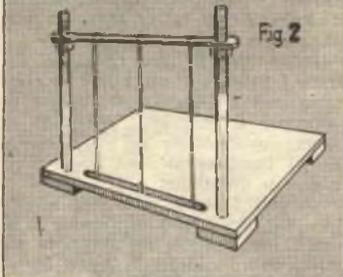

Fig. 2
netili operando come in fig. 2, tagliateli, rifinitene a perfezione le estremità, quindi, usando una lima mezza tonda, fate in ognuno di loro un incasso che si adatti alla curvatura dei pezzi del candeliere, e terminatene la lavorazione trappanandovi i fori per le spine.
1) Un sistema raccoglitore e distributore dei fili di ordito, il **SUBBIO DI ORDITO** (fig. 2 lettera a);
2) un sistema di sollevamento alterno dei fili di ordito o levata costituito dai **LICCI CON MAGLIE** (fig. 2 in b e fig. 2 bis);
3) Un sistema di passaggio del filo di trama tra i fili di ordito **LA NAVETTA** (fig. 2 in e);
4) un sistema di battuta della trama sull'ordito, il **PETTINE BATTENTE** (fig. 2 in c);
5) un sistema raccoglitore del tessuto finito, il **SUBBIO DI CARICO** (fig. 2 in d).